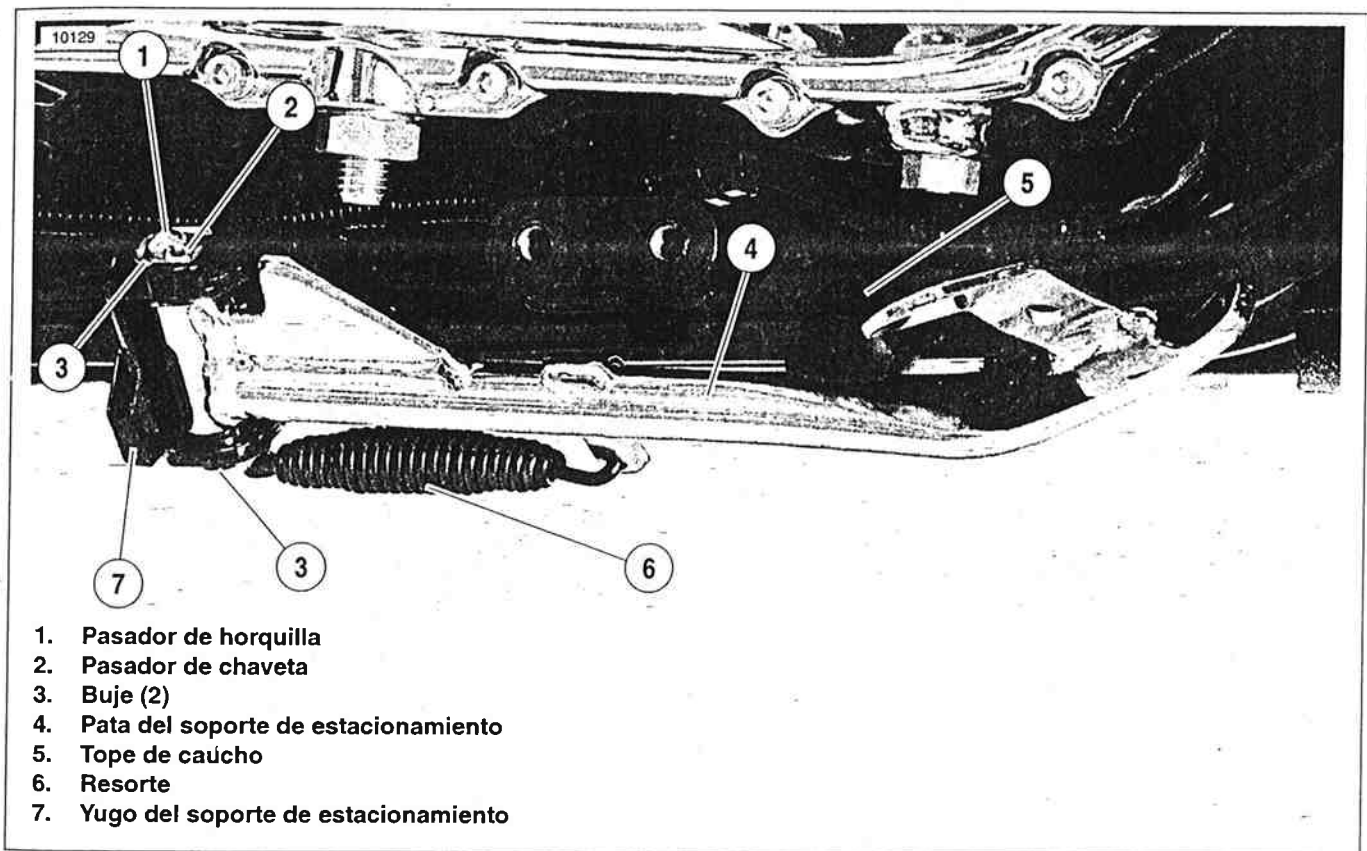
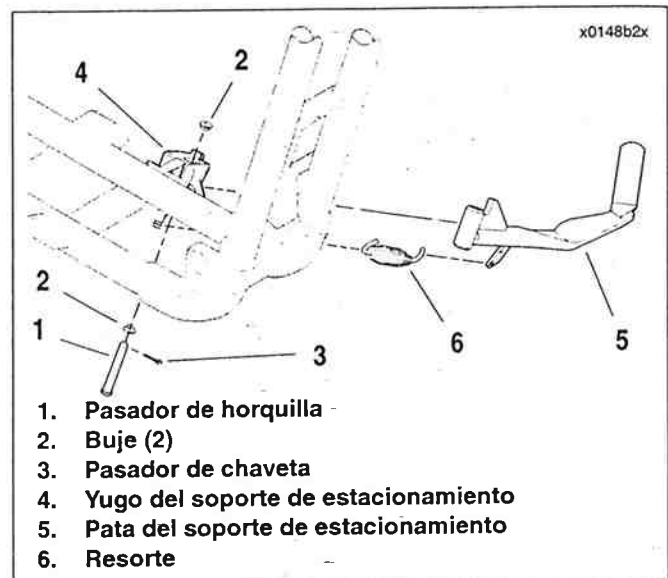

Figura 2-160. Soporte de estacionamiento (posición retraída)
Figura 2-161. Soporte de estacionamiento
2. Vea la Figura 2-160. Quite el tope de caucho (5) de la estructura para permitir la retracción de la pata del soporte de estacionamiento (4). La liberación adicional de la tensión del resorte facilita la extracción del mismo.
3. Coloque la pata del soporte de estacionamiento en la posición retraída. Extraiga y deseche el pasador de chaveta (2).
4. Vea la Figura 2-161. Mientras sujeta con firmeza la pata del soporte de estacionamiento (5) en la posición completamente retraída, retroceda el pasador de horquilla (1) hasta que se desacople del agujero de pivote superior del yugo del soporte de estacionamiento (4).
5. Separe el resorte (6) del pasador de anclaje con unos alicates. Desenganche el otro extremo del resorte de la pata del soporte de estacionamiento.
6. Quite el pasador de horquilla del agujero de pivote inferior del yugo del soporte de estacionamiento. Quite la pata del soporte de estacionamiento. Quite los bujes superior e inferior (2).
1. Vea la Figura 2-161. y consulte EXTRACCIÓN, descrita anteriormente, para retirar el soporte de estacionamiento de la estructura de la motocicleta.
2. Limpie minuciosamente todos los componentes del soporte de estacionamiento, incluyendo el pasador de anclaje de la estructura y el yugo del soporte de estacionamiento (4).
3. Aplique una cantidad pequeña de grasa para cojinete de rueda a los agujeros de pivote de la pata del soporte de estacionamiento (5) al yugo, ranura del pasador de anclaje y diámetro exterior del pasador de horquilla (1).
2. Vea la Figura 2-161. Enganche cualquier extremo del resorte (6) en el agujero de montaje del resorte en la pata del soporte de estacionamiento (5). Instale el otro extremo del resorte sobre el pasador de anclaje montado en la estructura.
3. Mientras sostiene el extremo del resorte en la ranura del pasador de anclaje y mantiene retraída la pata del soporte de estacionamiento, coloque el extremo de pivote de la pata del soporte de estacionamiento dentro del yugo (4) en la estructura de la motocicleta. Inserte el pasador de horquilla (1) por el agujero inferior de pivote del yugo y hasta la mitad en el agujero de pivote de la pata del soporte de estacionamiento.
4. Vea la Figura 2-160. Levante la pata de soporte de estacionamiento (4) hacia arriba, alineando el agujero de pivote de la pata del soporte de estacionamiento con el agujero superior ranurado del yugo (7). Con el reborde hacia abajo, coloque el buje inferior (3) sobre el pasador de horquilla (1). Inserte el pasador de horquilla por los agujeros en la pata del soporte de estacionamiento y el yugo.
5. Instale el buje superior (3) sobre el extremo del pasador de horquilla y contra la superficie superior del yugo. Inserte un pasador de chaveta **nuevo** (2) por el agujero en el extremo del pasador de horquilla. Doble hacia fuera los extremos del pasador de chaveta para asegurarlo.
6. Presione el tope de caucho (5) sobre el espárrago de montaje en la estructura de la motocicleta.